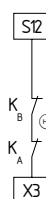

Fig. 4
**Inicio/arranque automático (véase fig. 4)**